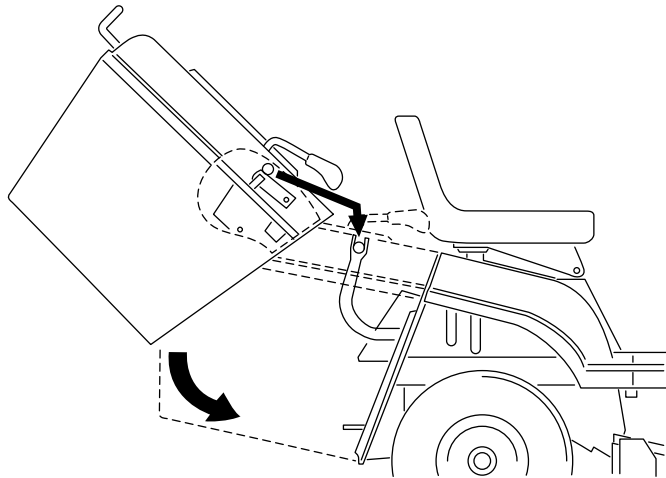

Bild 38
1. Kippen Sie das Heckfangsystem mit beiden Händen nach vorne (Bild 38).
2. Kippen Sie das Heckfangsystem ungefähr 40 Grad nach vorne. Schieben Sie es dann auf die Stützschielen hinten an der Maschine (Bild 38).